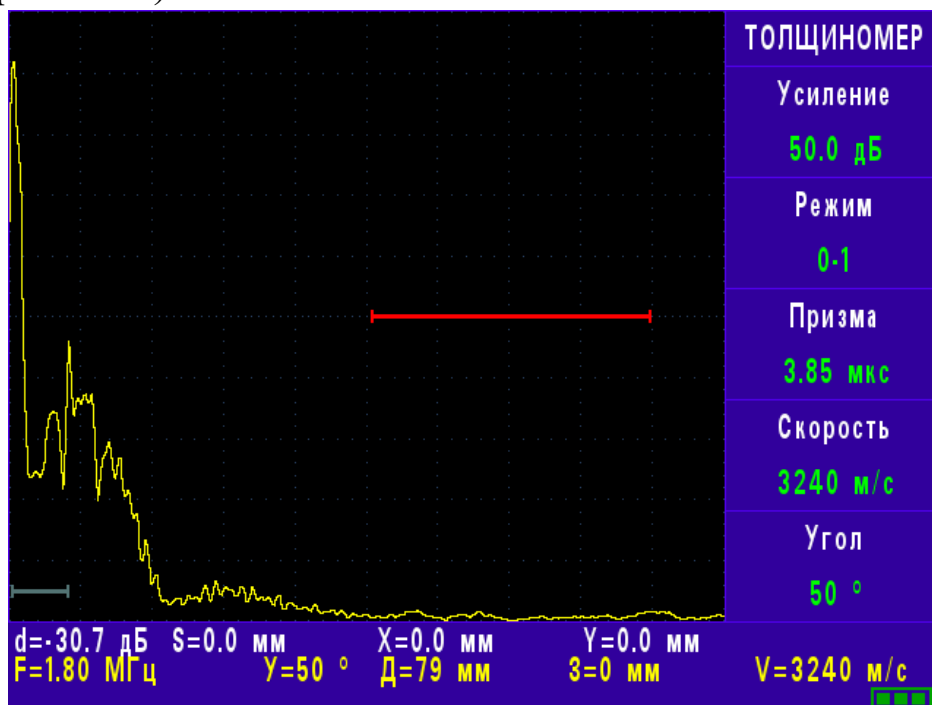

Рис. 5.12
5.5.7. Меню «**ТОЛЩИНОМЕР**» содержит следующие параметры (рис. 5.12).